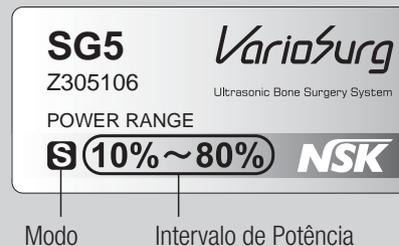

Fig. 21
- Utilize UNICAMENTE a ponta no modo e no intervalo de potência indicados no rótulo. Se utilizar uma ponta fora do intervalo de potência, pode parti-la ou danificar a superfície do dente ou os tecidos moles (Fig. 21).